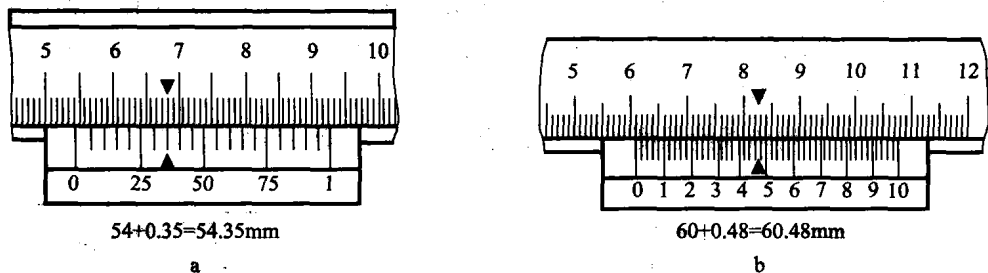

图 1-11 游标卡尺的读数
(1) 游标卡尺原理：由尺身及能在尺身上滑动的游标组成，若从背面看，游标是一个整体。游标与尺身之间有一弹簧片（图中未能画出），利用弹簧片的弹力使游标与尺身靠紧。游标上部有一紧固螺钉，可将游标固定在尺身上的任意位置。尺身和游标都有量爪，利用内测量爪可以测量槽的宽度和管的内径，利用外测量爪可以测量零件的厚度和管的外径。深度尺与游标尺连在一起，可以测量槽的深度。
(2) 游标卡尺的使用方法：尺身和游标卡尺上面都有刻度。以准确到 0.1mm 的游标卡尺为例，尺身上的最小分度是 1mm，游标尺上有 10 个小的等分刻度，总长 9mm，每一分度为 0.9mm，比主尺上的最小分度相差 0.1mm。量爪并拢时尺身和游标的零刻度线对齐，它们的第一条刻度线相差 0.1mm，第二条刻度线相差 0.2mm……第 10 条刻度线相差 1mm，即游标的第 10 条刻度线恰好与主尺的 9mm 刻度线对齐。当量爪间所量物体的线性长度为 0.1mm 时，游标尺向右应移动 0.1mm，这时它的第一条刻度线恰好与尺身的 1mm 刻度线对齐。同样，当游标的第五条刻度线跟尺身的 5mm 刻度线对齐时，说明两量爪之间有 0.5mm 的宽度……依此类推（图 1-11）。在测量大于 1mm 的长度时，整的毫米数要从游标“0”线与尺身相对的刻度线读出。